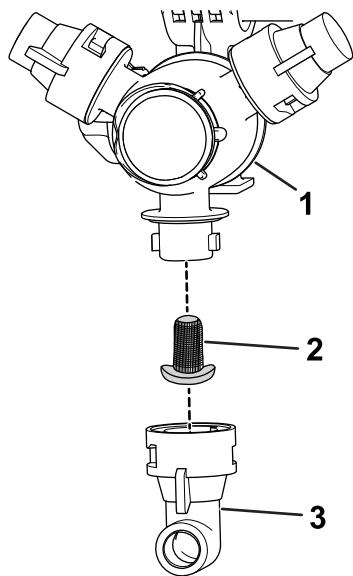

图 45
2. 从喷嘴转动架卸下喷嘴图 45。
3. 拆下喷嘴过滤器图 45。
5. 安装喷嘴过滤器图 45。
6. 将喷嘴安装到喷嘴转动架上图 45。